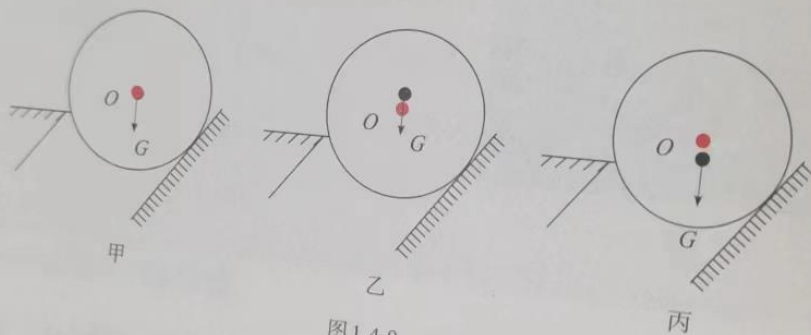

图1-4-9
1. 如图1-4-9所示，放置的球体。分析当重心（黑色圆点代表重心）与球心（红色圆点代表球心）分别处于下列位置时球体的受力情况，画出受力图，并观察、分析弹力的方向是否发生变化。